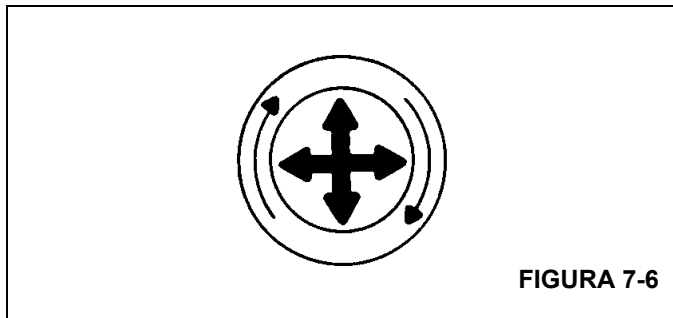

FIGURA 7-6
1. Suelte los pestillos, abra el cuerpo del filtro de aire y retire los elementos según se describe a continuación (Figura 7-6):